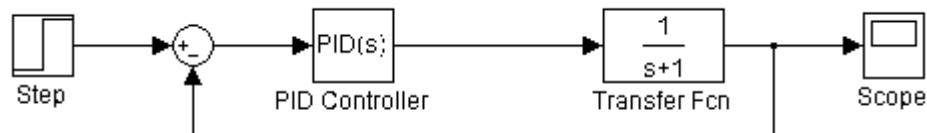

Рис. 1.1
2.1. Запустите пакет Simulink. Соберите схему моделирования, представленную на рис. 1.1.
5.3. Определите критический коэффициент усиления регулятора  $K_u$  и период колебаний  $T_u$ . Для этого воспользуйтесь схемой моделирования на рис. 1.1. Введите передаточную функцию в блок Transfer Fcn и установите в блоке PID Controller  $P = 1, I = D = 0, N = 100$ . Запустите процесс моделирования. Увеличивайте коэффициент усиления пропорциональной составляющей  $P$  и наблюдайте за реакцией системы в блоке Scope до тех пор, пока не возникнут незатухающие колебания. После этого зафиксируйте значение  $K_u = P$  и определите период колебаний  $T_u$ .
8.1. Соберите схему моделирования, представленную на рис. 1.1. Введите в блок Transfer Fcn передаточную функцию объекта управления. Установите в блоке PID Controller следующие численные значения параметров регулятора: P=1, I=D=0. Остальные настройки оставьте по умолчанию.